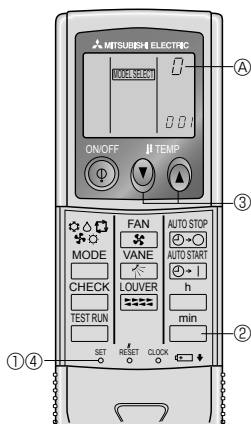

Fig. 6-8
5) Zuweisung einer Fernbedienung für jede einzelne Anlage (Fig. 6-8)